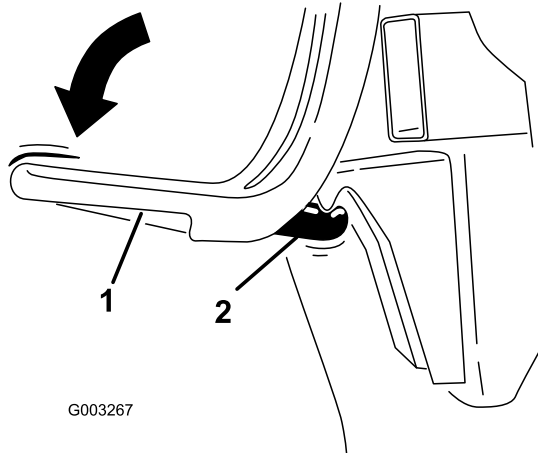

Bild 12
8. Positionieren Sie den Riegel des Heckfangsystems unter den Riegelhaken (Bild 12).
9. Drücken Sie den Riegel des Heckfangsystems nach unten, bis er einrastet (Bild 12).